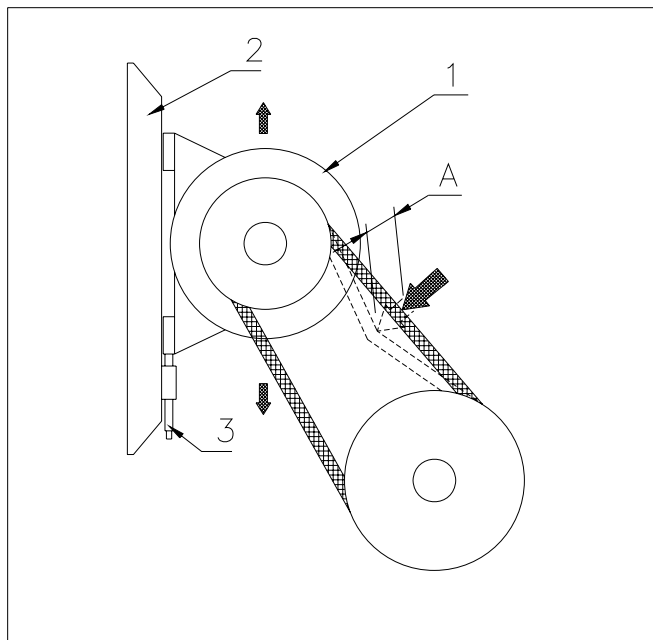

Fig. 7.6
Utøv et trykk på 75 N på en av kileremmen; se fig. 7.6. Den inntrykte avstanden (A) må være ca. 1 cm.